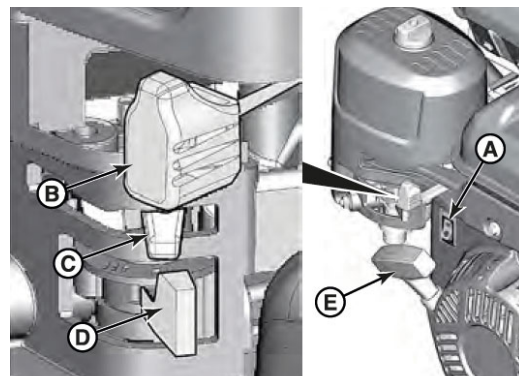

Abb. 9: Start
Schritt 2: Den Gashebel (Pos. G, Abb. 6 bzw. Pos. B, Abb. 9), falls vorhanden, in die Position „FAST“ bringen. Den Motor in der FAST-Position betreiben.
Schritt 3: Bewegen Sie die Choke-Steuerung (Pos. C, Abb. 9) in die „Choke“-Position. **Hinweis:** Choke ist normalerweise unnötig, wenn ein warmer Motor neu gestartet wird
Schritt 4: Den Kraftstoffverschluss (Pos. D, Abb. 9), falls vorhanden, in die „OFFEN“-Position bringen.
Schritt 5: Rücklauf-Start (falls vorhanden): Halten Sie den Griff des Starterseils fest (Pos. E, Abb. 9). Beim Anlassen des Motors ziehen Sie das Starterseil langsam, bis ein Widerstand spürbar ist, und dann ziehen Sie schnell, um Rückschläge zu vermeiden.
Schritt 1: Drehen Sie den elektrischen EIN-AUS-Schalter (Pos. A, Abb. 9, bzw. Pos. H, Abb. 6,) in die EIN-Position. Wenn der Motor startet, lassen Sie den elektrischen Startschalter los.
Schritt 2: Wenn sich der Motor erwärmt, bewegen Sie die Choke-Steuerung (C, Abb. 9) in die RUN-Position.
Schritt 1: EIN-AUS-Schalter (falls vorhanden): Den EIN-AUS-Schalter (Pos. A, Abb. 9, bzw. Pos. H, Abb. 6) in die AUS-Position bringen.
Schritt 2: Gashebel, falls vorhanden: Bewegen Sie den Gashebel (Pos. B, Abb. 9), falls vorhanden, auf SLOW- und dann auf STOPP-Position.